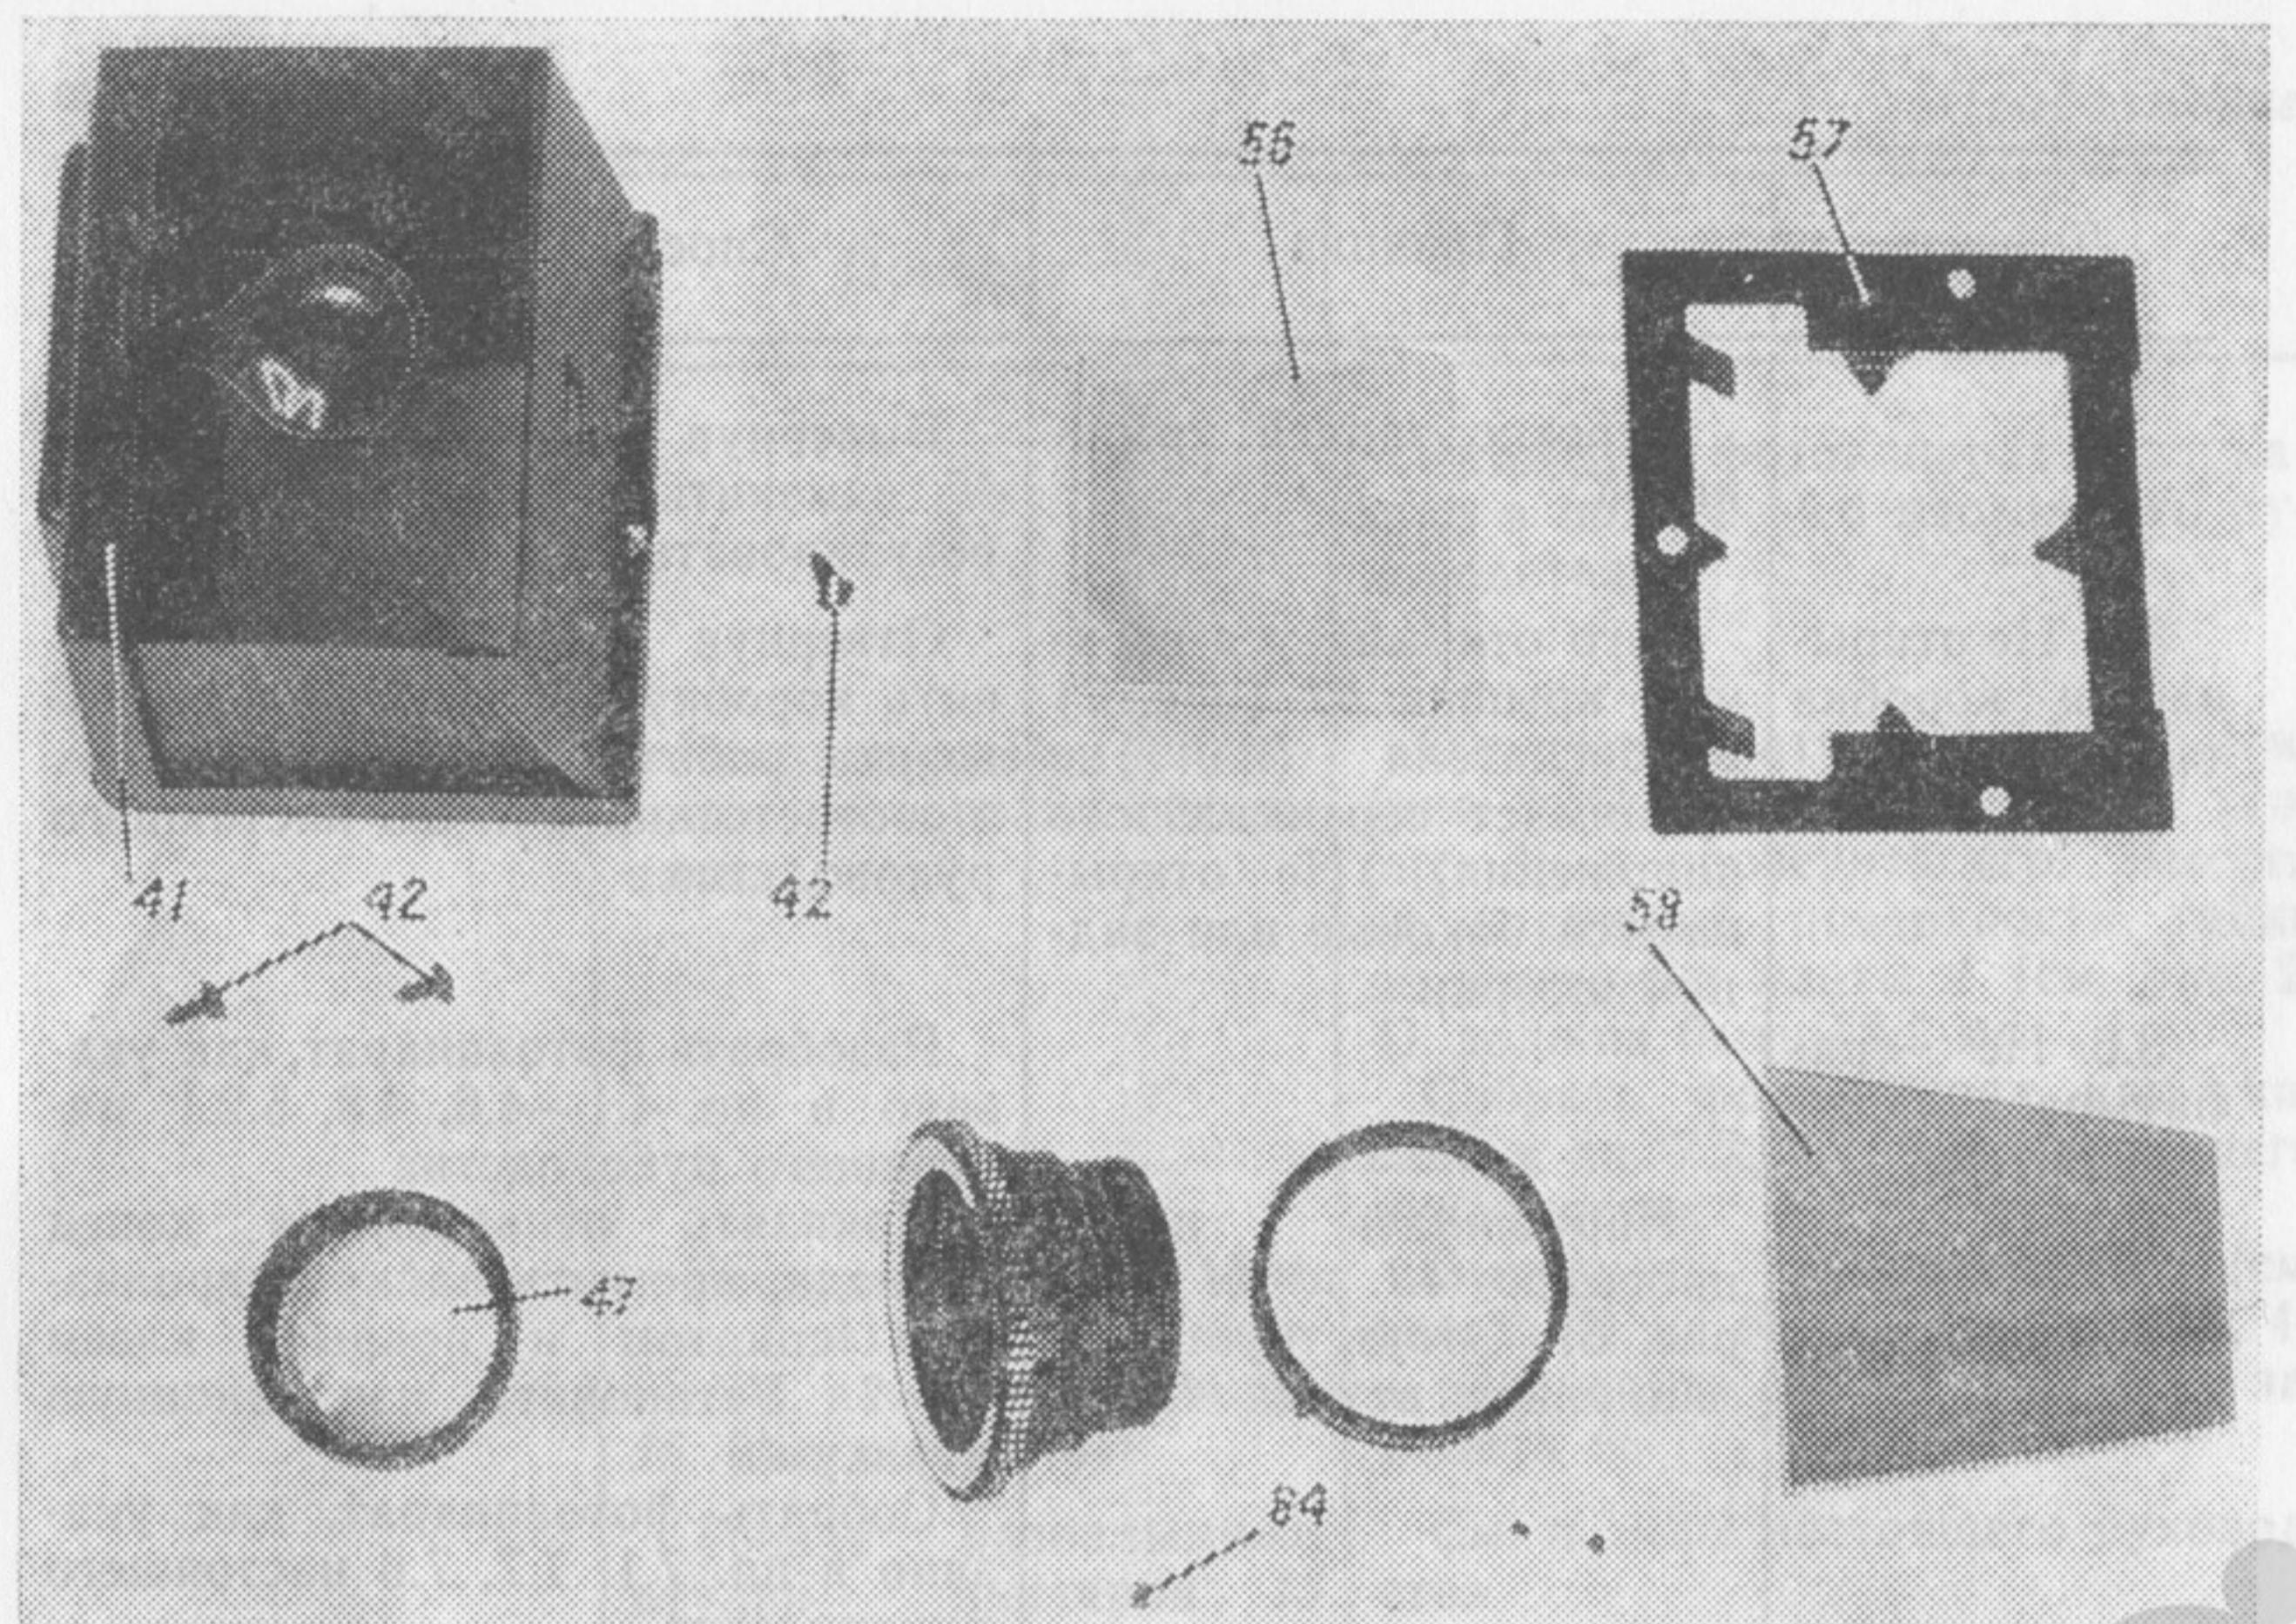

Рис. 7
4.9. Отвернуть три винта 42 (см. рис. 7) и снять с корпуса фотоаппарата коробку видоискателя 41.
7.3. Очистить зеркало 58 (см. рис. 7) и вложить его в гнездо корпуса. Протереть оправу 57 (см. рис. 7) и вложить ее в выемку корпуса. Обеспечить надежное крепление зеркала за счет подгибы лапок оправы. Ввернуть три винта 42 через отверстия оправы в корпус аппарата на три оборота. Очистить линзу видоискателя 56 ватным тампоном, слегка смоченным моющим средством «Прогресс» с последующей протиркой сухим тампоном. Вложить линзу в оправу 57 матированной поверхностью внутрь. Очистить коробку видоискателя от пыли и загрязнений, очистить лупу видоискателя. Установить коробку видоискателя 41 отверстиями на три винта 42, ввернутые ранее, и завернуть винты до отказа. Проверить крепление линзы видоискателя. При необходимости подогнать лапки коробки видоискателя.